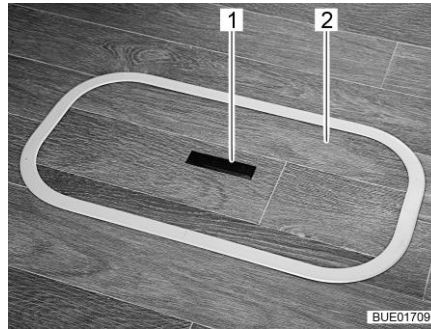
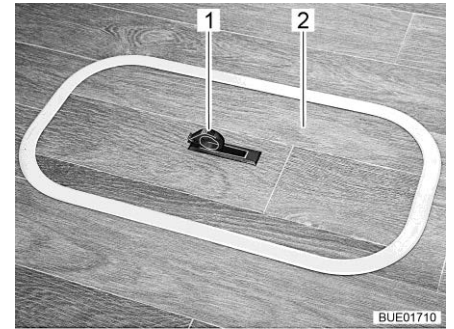

Bild 71 Lock för golvfacket (handtag sänkt)
Bild 72 Lock för golvfacket (handtag utsvängd)
- Tryck nedåt på ena sidan av gripplattan (Bild 71,1). Handtaget (Bild 72,1) svängs upp.
- Ta av locket (Bild 71,2 eller Bild 72,2) uppåt.